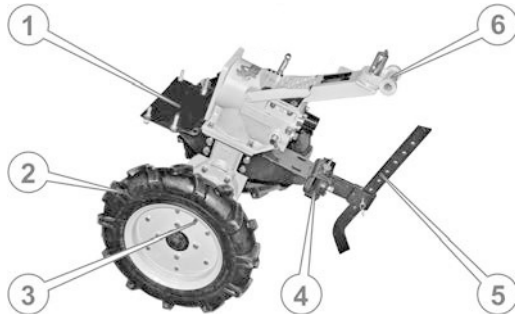

Рисунок 3 – Редуктор у зборі
7. Поставити центральний вузол на колеса, утримуючи його від падіння вперед або назад. Встановити в причіпну цапфу регулятор глибини обробки ґрунту, зафіксувати його пальцем і шплінтом, підняти регулятор у крайнє верхнє положення й обперти на нього мотоблок, який Ви складаєте (див. рис. 3).